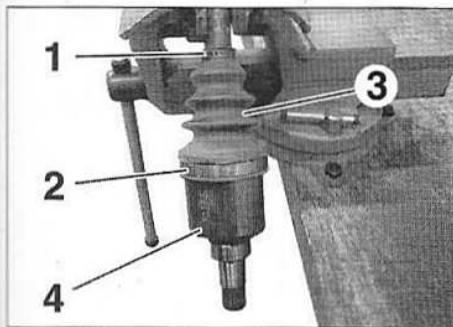

FIG.13
- Déposer les colliers de serrage (1) et (2) (Fig.13).
- Ecarter le soufflet de transmission (3).
- Déposer le boîtier tripode (4).
- les colliers de serrage (1) et (2) (Fig.13),
- le boîtier tripode (4),
- le soufflet de transmission (3).